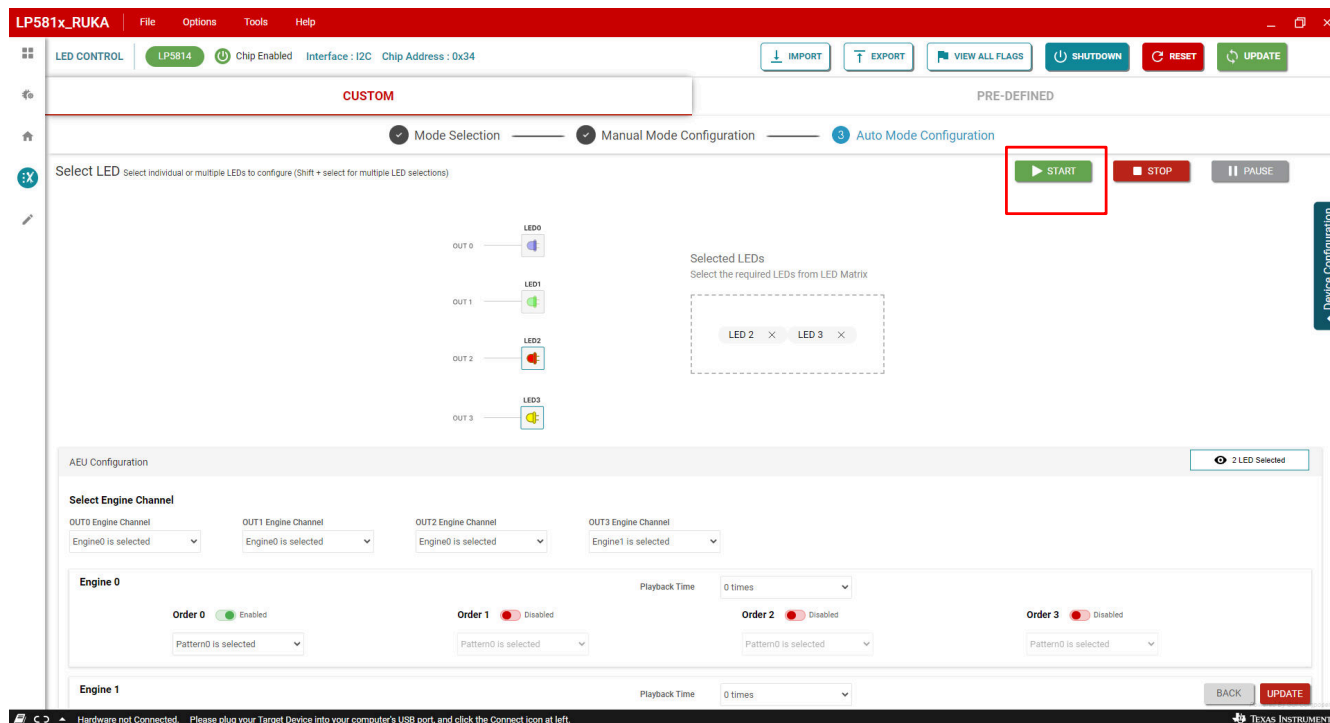

图 3-20. 开始命令发送
- 最后，发送开始命令，通过单击“START”按钮来启动在红色 LED (OUT2) 和白色 LED (OUT3) 上运行的配置模式，如图 3-20 所示。